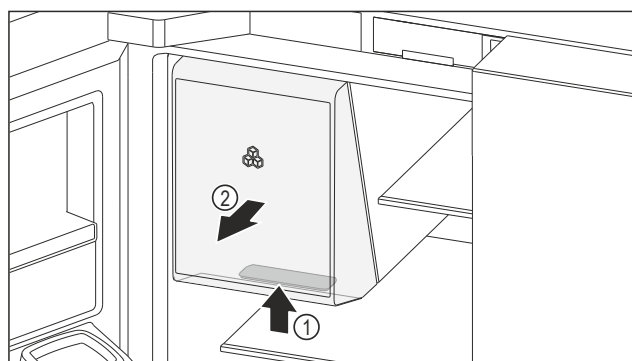

Fig. 166 取出储冰格
- ▶ 抓住储冰格下方的扶手槽 Fig. 166 (1)，将储冰格同时向前拔出 Fig. 166 (2)。